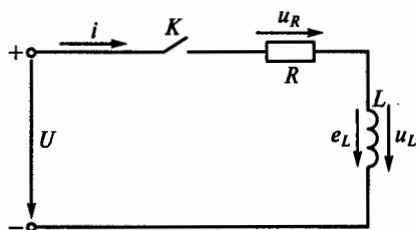

Рис. 142
**4.7.Р.** Какое из приведенных выражений несправедливо для переходного процесса, возникающего при замыкании ключа  $K$  в цепи на рис. 142?
**4.9.** Какой будет длительность переходного процесса в цепи на рис. 142 при замыкании ключа  $K$ , если считать, что он заканчивается через время  $t = 3\tau$ , соответственно для следующих четырех случаев: